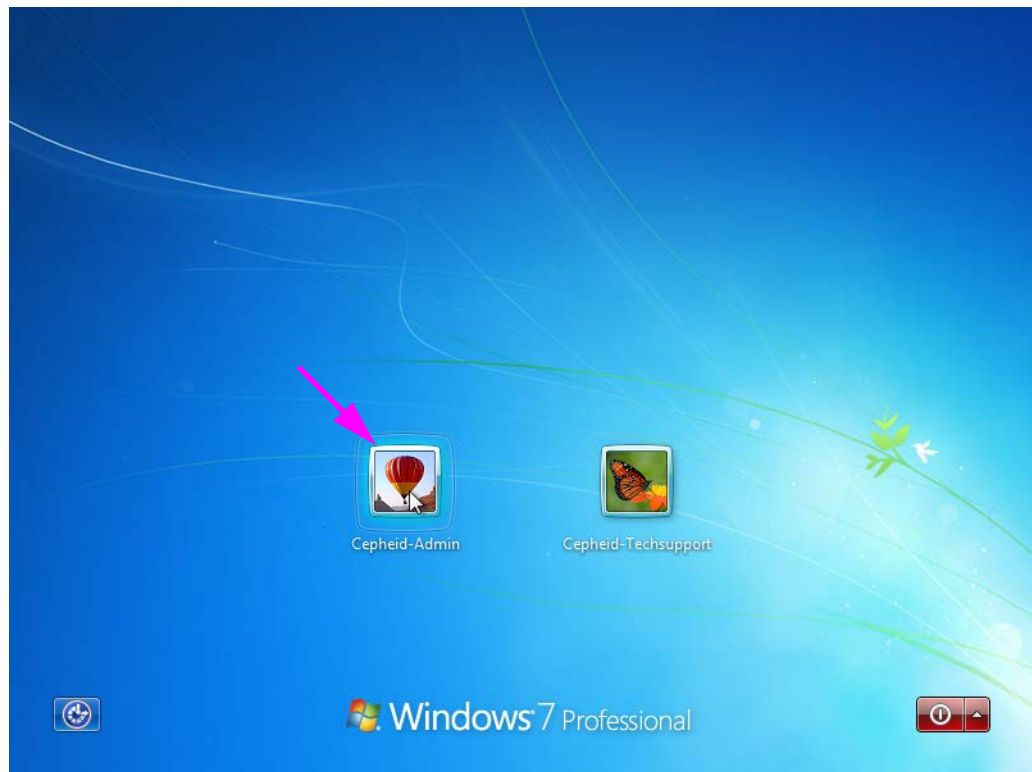

Abbildung 2-13. Kontobildschirm unter Windows 7
- Unter Windows 7 erscheint der Windows-Kontobildschirm. Siehe Abbildung 2-13.
Der Computer des GeneXpert Dx Systems ist mit zwei Windows-Konten konfiguriert. Das Konto **Cepheid-Admin** ist für administrative Aufgaben wie z. B. Software-Updates und Systemkonfiguration sowie für den normalen Betrieb vorgesehen, während das Konto **Cepheid-Techsupport** dem technischen Kundendienst von Cepheid vorbehalten ist. Siehe Abbildung 2-13 und Abbildung 2-16.